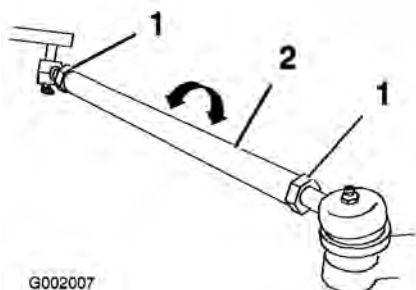

Figure 58
5. Si les mesures sont hors spécifications, desserrez les écrous de blocage aux deux extrémités des biellettes (Figure 58).